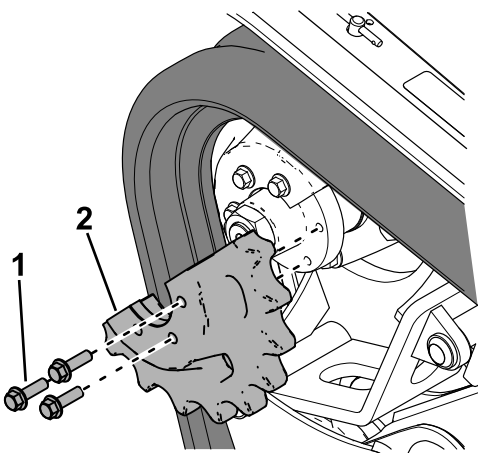

**Figura 61**
8. Usando una llave de carraca de ½", alivie la tensión en la oruga girando el tornillo tensor en sentido horario (Figura 57 y Figura 61).
9. Retire los 3 pernos que fijan la mitad de piñón que no está acoplada con la oruga (Figura 61).
14. Coloque la nueva oruga alrededor de la rueda delantera y, a continuación, coloque la oruga alrededor del cubo de la transmisión en el lateral sin el piñón (Figura 61).
15. Presione la oruga debajo y entre las ruedas de rodaje y colóquela alrededor del bastidor (Figura 61).